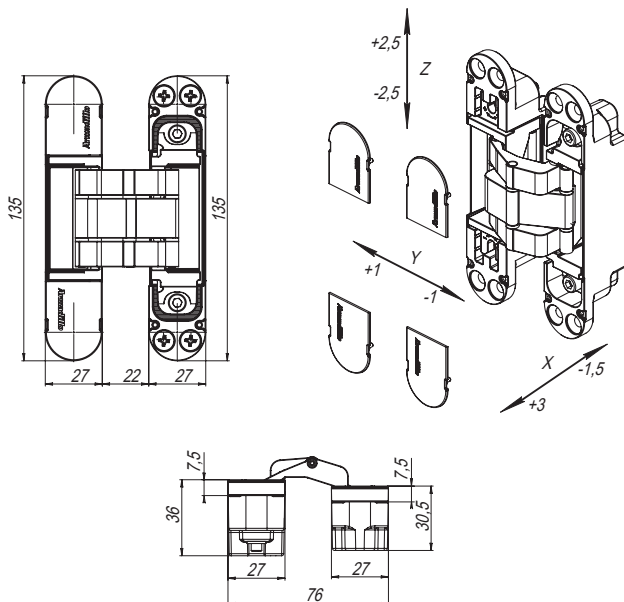

Рис. 1 — Габаритные размеры петель
- Габаритные размеры в открытом положении петли (рис. 1):
- Вертикальная регулировка (Z):  $\pm 2,5$  мм
- Горизонтальная регулировка (X):  $-1,5+3$  мм
- Регулировка по глубине (Y):  $\pm 1$  мм